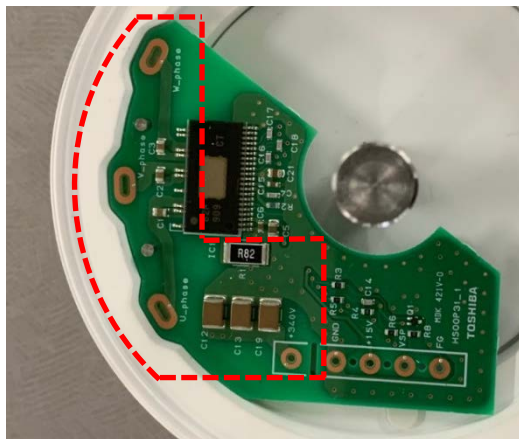

図 3.3 BLDC モーター駆動回路 高電圧領域
5. 高圧電源を接続している時の感電にご注意ください。特に V_{BB} および TPD4162F のモーター出力周辺領域 (図 3.3 の赤点線領域) は DC60 V 以上になる部分があり、危険です。モーターが停止していても、高圧電源接続時には絶対に触れないでください。